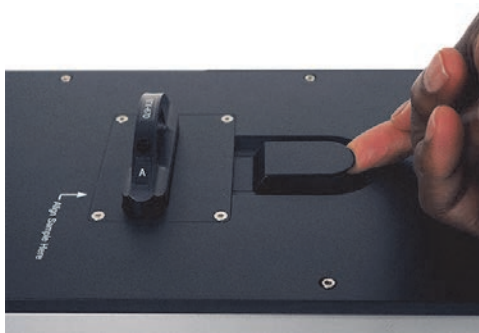

图 3-9 解锁样品托盘
1. 提起锁定装置，解锁样品托盘（参见第49页的图 3-9）。